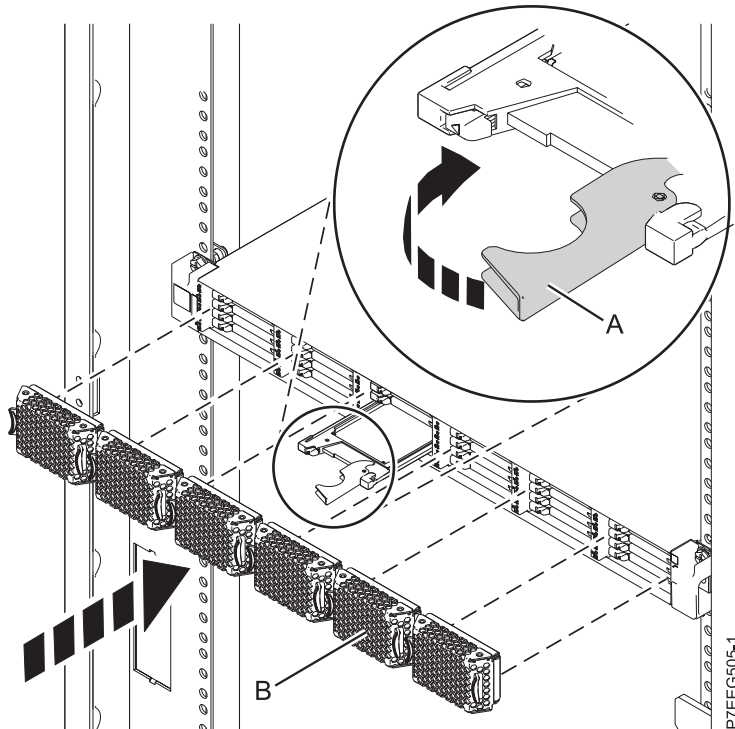

Figure 12. Installation d'une unité SSD dans l'armoire de stockage PCIe ED/R1
1. Avec la poignée en position déverrouillée, alignez l'unité SSD avec les rails de guidage dans le boîtier. Voir figure 12, à la page 22.
3. Tournez la poignée de verrouillage **(A)** pour la mettre en position verrouillée, comme indiqué à la figure 12, à la page 22.